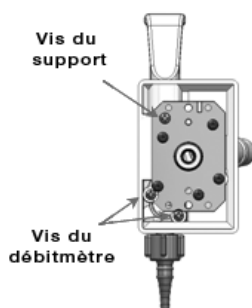
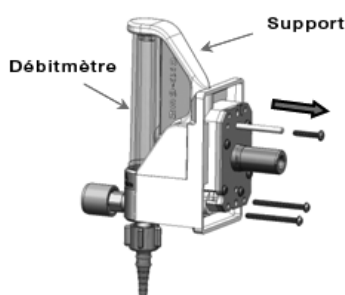

Figure 1
Figure 2
2. Retirer la vis du support et les vis du débitmètre (voir Figure 2) au moyen d'un tournevis Phillips (voir l'emplacement des vis sur la Figure 1).